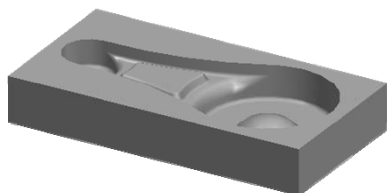

图 3-46 打开模型文件
2) 单击“打开”对话框中的“打开”按钮,将该文件打开。在键盘上按等角视图的快捷键“F8”,如图 3-46 所示。